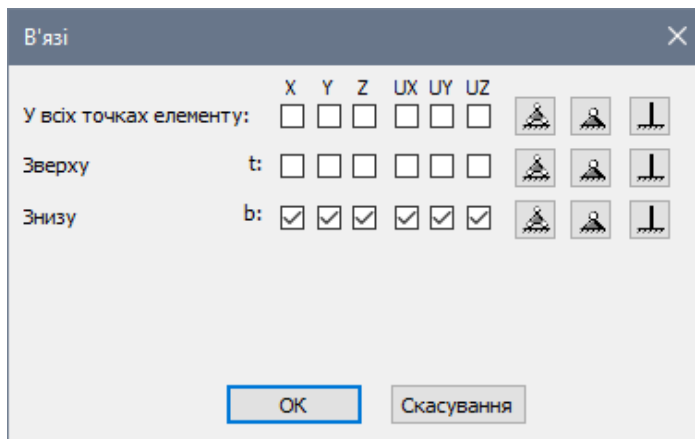

Рис. 23.34. Діалогове вікно **В'язі**
- викличте діалогове вікно **В'язі** (рис. 23.34) клацанням навпроти рядка **В'язі**;